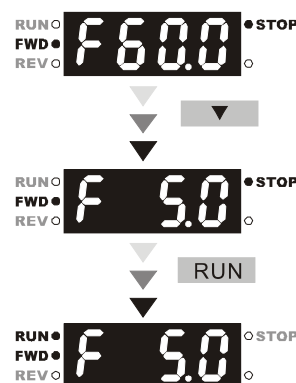

图 3-3
- ☑ 按  键设定 5 Hz 左右的低频率。（参考图 3-3 所示）